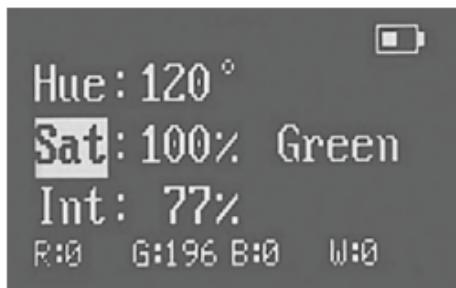

Рис.10
**5.4** При выборе переключателем **RGBW/CCT** режима **RGBW** (или повторном нажатии **MODE/INTENSITY** в режиме **RGBW**) – появляется экран (Рис. 10) настройки цветового тона и насыщенности цвета вращением валкодера **COLOR**. Выбор **Hue/Sat** нажатием кнопки **COLOR**. Вращение валкодера **INTENSITY** – регулировка интенсивности освещения. Значения интенсивности каждой группы светодиодов отображаются в нижней части окна.